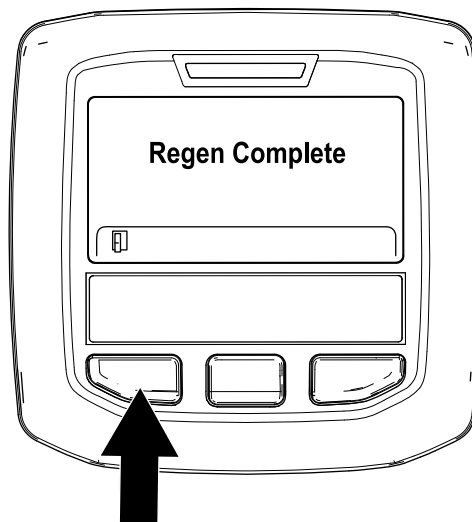

Figure 38
9. La régénération en stationnement est terminée quand le message « Regen Complete » (régén. terminée) s'affiche dans l'InfoCenter. Appuyez sur le bouton gauche pour quitter l'écran d'accueil (Figure 38).